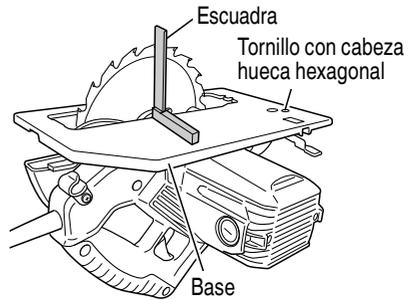

Fig. 20
- (1) Gire la cara de la base hacia arriba (Fig.20), y afloje la palanca (A).
- (2) Aplique una escuadra a la base y la cuchilla de la sierra y, girando el tornillo con cabeza hueca hexagonal con una llave de barra hexagonal, desplace la posición de la base hasta conseguir el ángulo recto deseado.